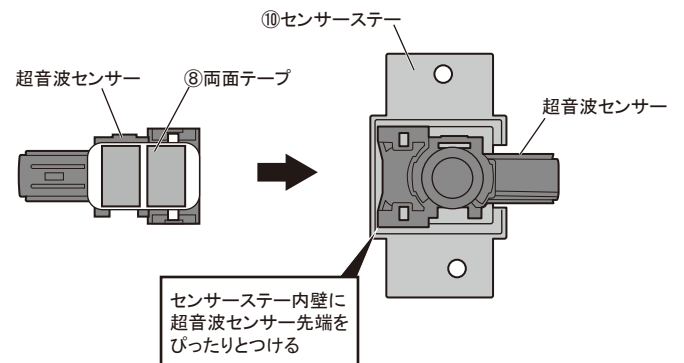

図8 【超音波センサー付車】 超音波センサーの取付け
9. 図8を参照し、⑥トラスタッピングを使用し、①フロントグリルの裏側に⑩センサーステーを取付けます。